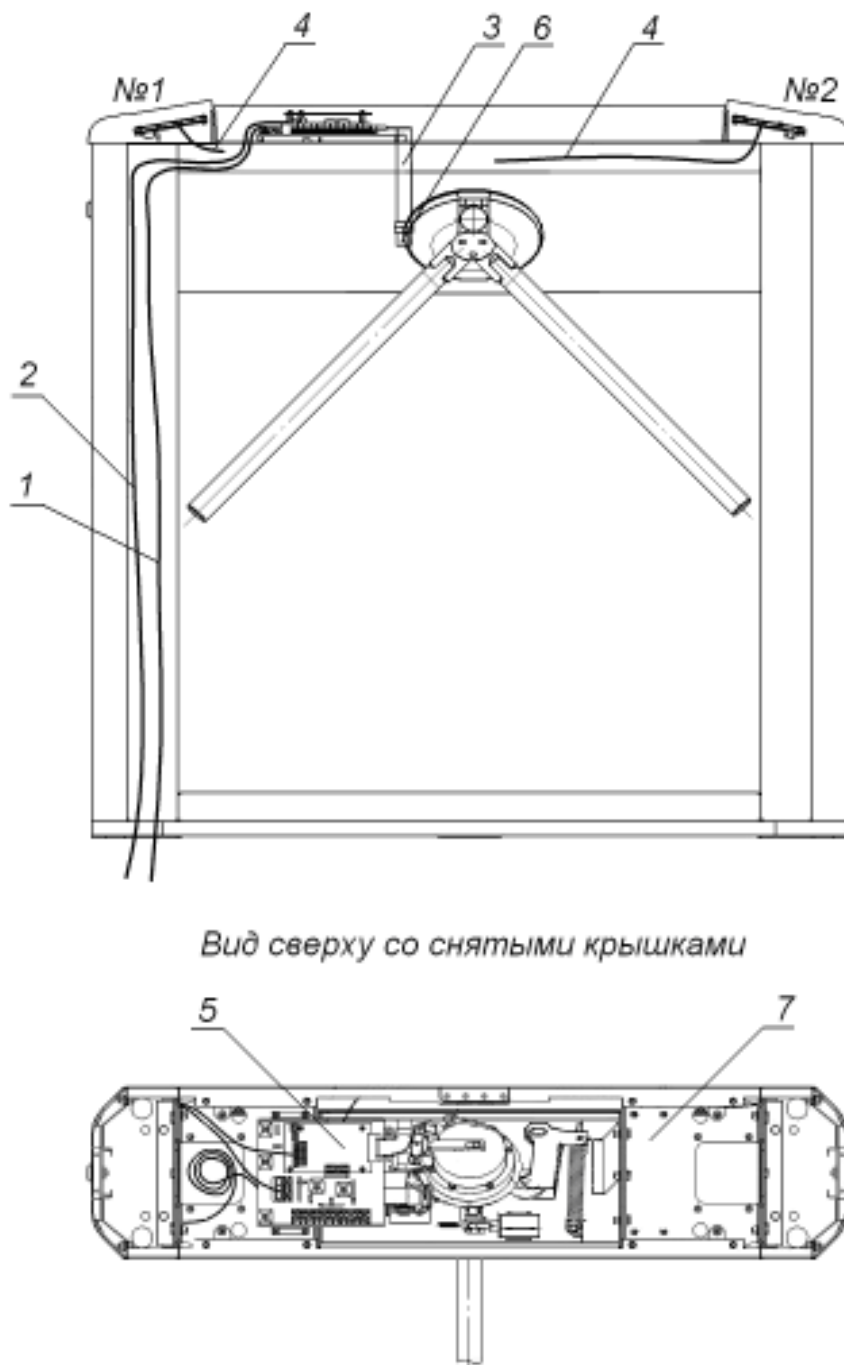

Рисунок 11. Схема прокладки кабелей в стойке турникета
3. Подготовьте в полу отверстия под гильзы анкеров для крепления стойки турникета (см. рис. 12). При необходимости прокладки кабелей под поверхностью пола подготовьте в полу кабельный канал, подходящий к зоне ввода этих кабелей в стойку турникета. Установку и крепление стойки производите после прокладки всех кабелей в кабельном канале и внутри стойки. Прокладка кабелей внутри стойки показана на рис. 11.
5. Демонтируйте заглушки стойки (7), открыв ключом замки (8). Установите стойку турникета на гильзы анкеров и закрепите ее болтами **M10**.
6. Снимите крышку турникета (3), отвернув ключом установочный винт (14) (см. разд. 6).
Конструкцией турникета предусмотрена возможность установки платы контроллера СКУД внутрь корпуса турникета. Установка платы осуществляется на кронштейн (7, рис. 11). Максимальный допустимый размер устанавливаемой платы контроллера 160×150×35 мм.